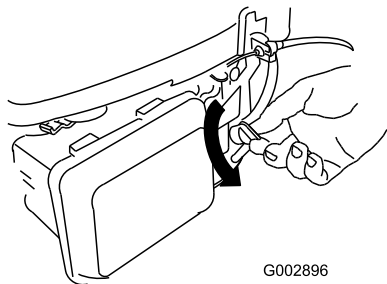

Figura 15
1. Gire la palanca de la válvula de combustible a la posición Abierto (Figura 15).